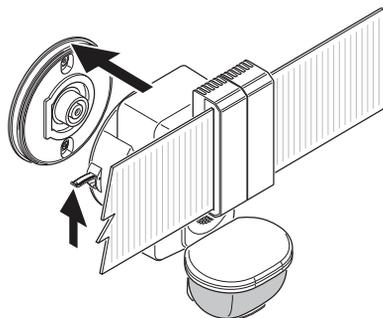

Figure 6
**IMPORTANT :** Pendant l'installation, N'APPUYEZ PAS sur les panneaux lumineux ni sur les dissipateurs de chaleur. Écartez les panneaux lumineux et appuyez plutôt directement sur le boîtier du luminaire (voir la Figure 6).